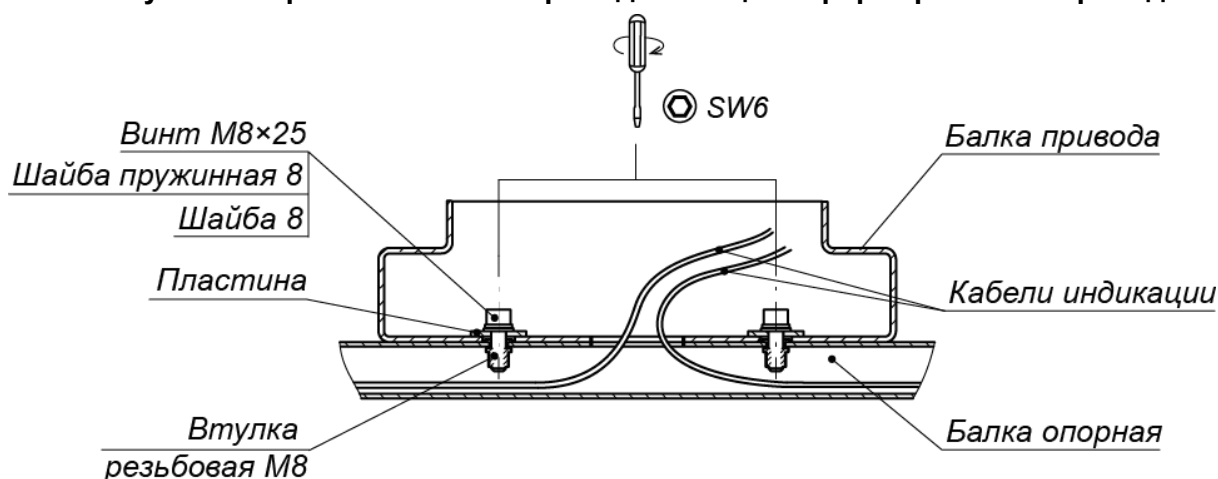

**Рисунок 15. Крепление балки опорной к секциям формователя прохода**
- Установите секции (6) формователей прохода на установочную поверхность, ориентируя отверстия в опорных фланцах по расположению анкеров. При этом левая и правая секции каждого ИУ турникета должны быть правильно выставлены и сориентированы: блоки индикации формователей должны быть развернуты наружу (см. рис. 2) и учтено расположение на секциях мест крепления опорной балки (см. рис. 15).
14. Установите балки опорные (7) на секции (6) формователей прохода, каждую в следующем порядке (см. рис. 15):
15. Распакуйте балку привода (9) с крышкой (10) (ящик №1).
16. Произведите монтаж балки привода (9) (работайте вдвоем!):
- Снимите крышку (10) с балки привода (см. разд. 6).
- Используя две стремянки, осторожно установите балку сверху на турникет, при этом шпильки, расположенные на секциях (6) формователей прохода, должны попасть в соответствующие отверстия в балке. Будьте внимательны – не повредите соединительные кабели!
- Придерживая балку, осторожно приподнимите ее с одной стороны и пропустите концы кабелей индикации (14) из балки опорной (7) в соответствующие отверстия балки привода. Временно закрепите их внутри балки (к примеру, с помощью скотча). Те же самые действия произведите с другой стороны балки.
- Проверьте вертикальность положения ротора с помощью уровня. При необходимости устраните отклонение от вертикальности путем смещения балки привода (9) в пределах допуска монтажных отверстий. Окончательно затяните все гайки и винты крепления балки привода.
20. Закройте пластиковыми заглушками Ø16 отверстия для винтов соединения секций ротора (2) и отверстия крепления балки опорной (7) к секциям (6) формователя прохода (см. рис. 15 и 19).